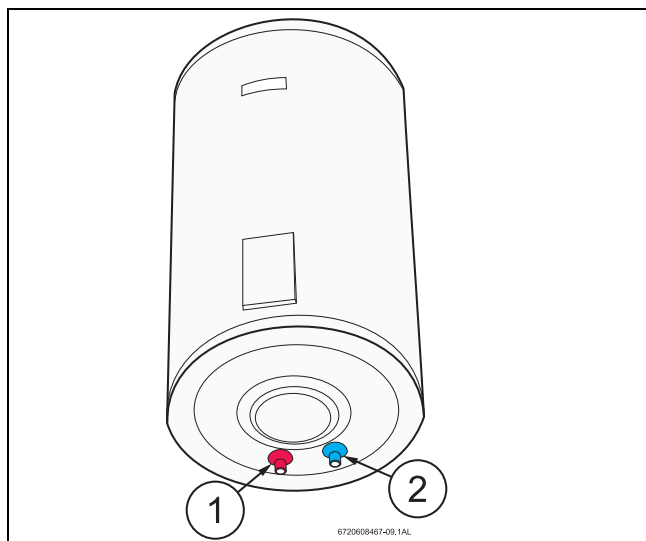

Fig. 9
- Identifique la tubería de agua fría (color azul) y de agua caliente (color rojo) (Fig. 9) para evitar un posible intercambio entre ellas.